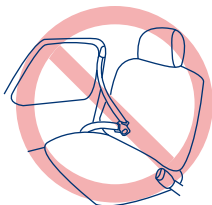

Fig. 17-1
- iii) NO USE un cinturón de seguridad que esté conectado a la puerta de cualquier manera, estos tipos de cinturones están diseñados para sujetar automáticamente al ocupante cuando la puerta está cerrada. Este tipo de cinturón de seguridad NO sujetará adecuadamente el Asiento de seguridad (Fig. 17-1).